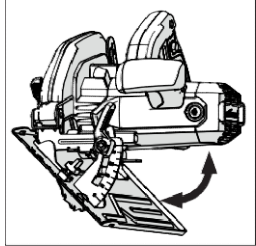

Рис. 14
- Наклоните лезвие на требуемый угол, ориентируясь на значения в секторе угловой шкалы. (Рис. 14)
(14) УКАЗАНИЯ ПО ЭКСПЛУАТАЦИИ (ПРОВЕРКИ ПЕРЕД НАЧАЛОМ РАБОТЫ)